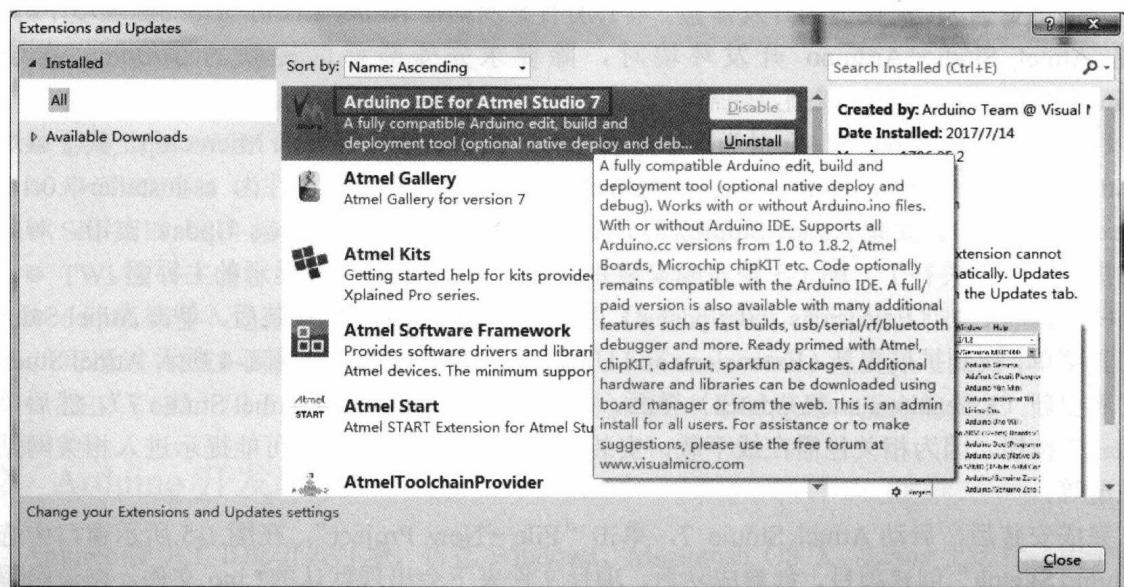

图 1-4 Atmel Studio 7 的扩展更新 (Extensions and Updates) 界面
(2) 扩展更新 (Extensions and Updates)。完成 Atmel Studio 7 的安装后，单击 Atmel Studio 7 的工具菜单，找到扩展更新 (Extensions and Updates...) 菜单，打开如图 1-4 所示 Atmel Studio 7 的扩展更新 (Extensions and Updates) 界面，找到“Arduino IDE for Atmel Studio 7”，然后单击“Install”按钮。因为相关包需在线下载，安装进程可能比较缓慢，还可能提示进入相关网站完成注册等。